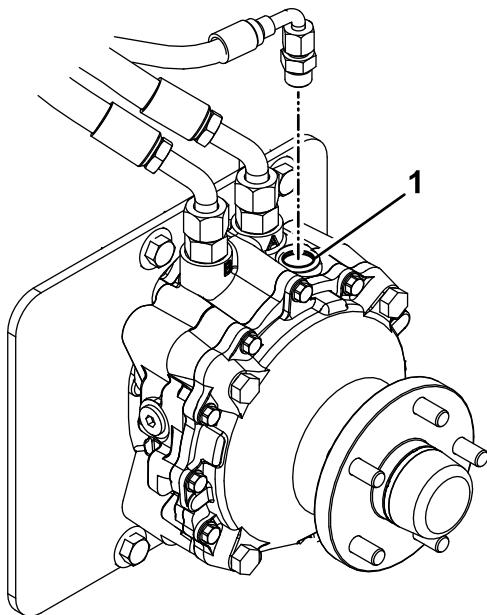

**Figure 64**
9. Enlevez le bouchon de l'orifice de remplissage au sommet de chaque moteur de roue (Figure 64).